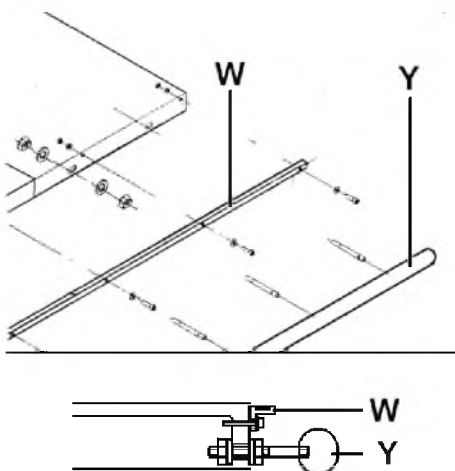

Рис. 3
- Установите и закрепите направляющую и шкалу (Y, W, Рисунок 3) параллельного упора на передней части стола и закрепленного расширения стола.